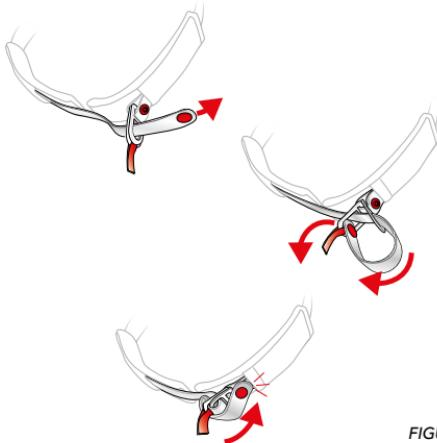

FIGURE 2
■ SYSTEME DE FERMETURE Double D-Ring – Figure 2
Si après répétition de l'essai, il s'avère de nouveau impossible de serrer correctement le système de fermeture, s'abstenir d'utiliser le casque. Uniquement après avoir contrôlé la tension correcte de la sangle, fixer l'extrémité libre en la bloquant à l'aide du bouton automatique se trouvant sur la languette d'ouverture (Figure 2).